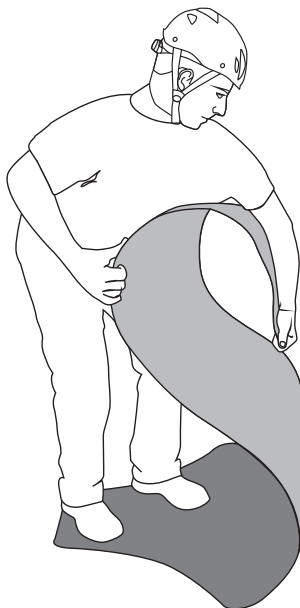

Fig.5
- a) Togliere il telo **“ROLLY”** dalla sacca di trasporto (O) e rimuovere la fettuccia con cricchetto (N),
- b) distendere il piano d'appoggio (A) e renderlo piatto riavvolgendo al contrario le estremità e piegando la parte centrale (fig. 5),